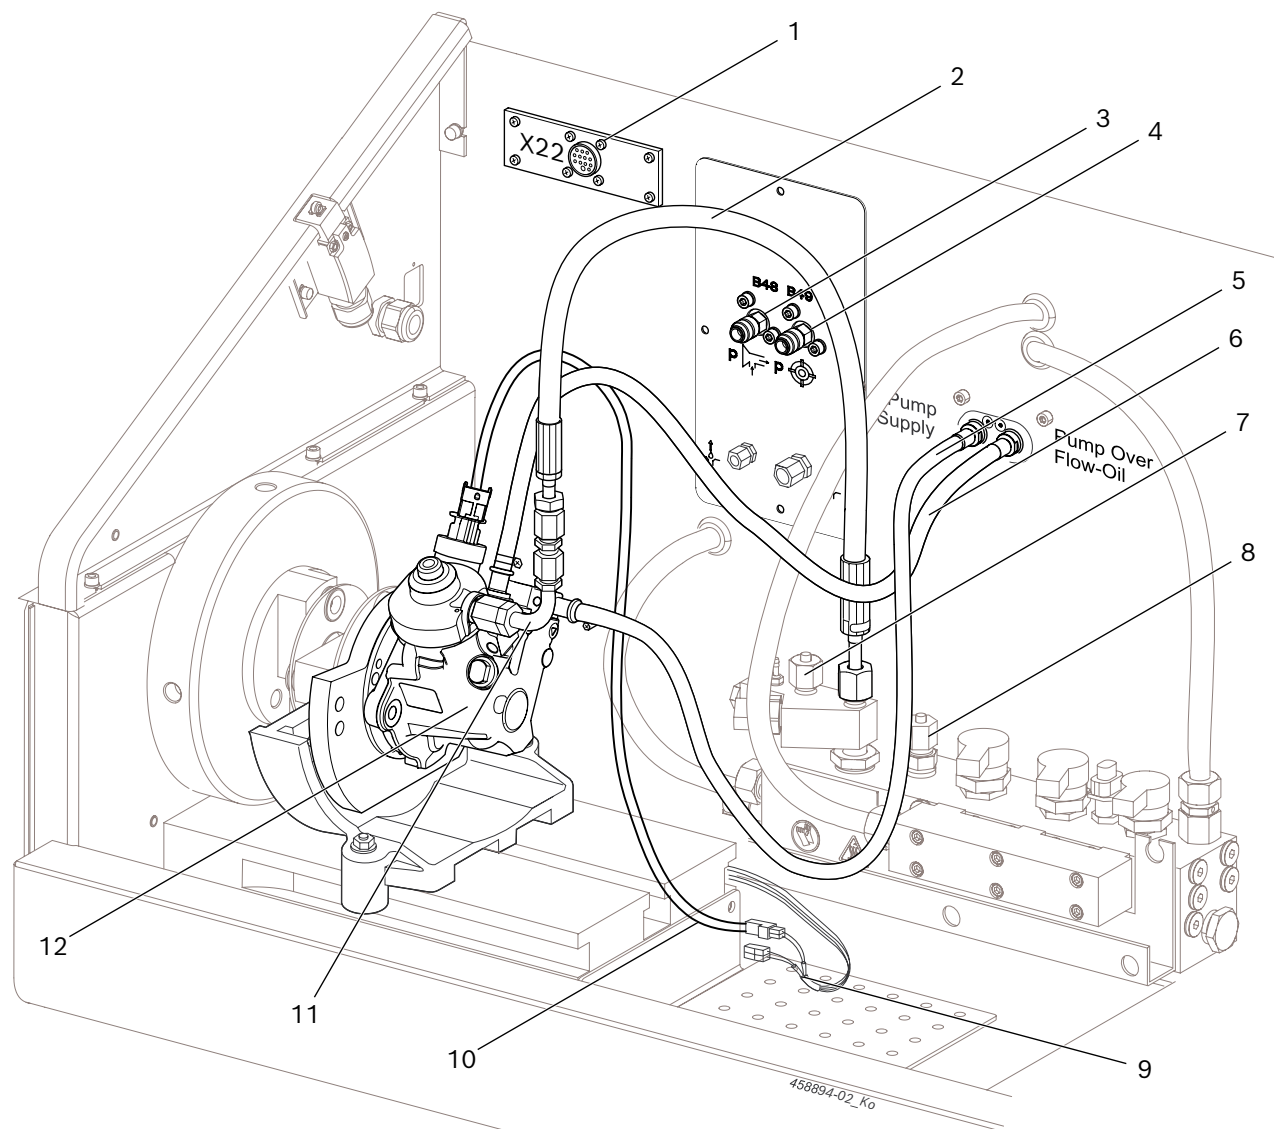

Fig. 2: Collegamento CP4.1
1. Collegare i tubi flessibili per la mandata dell'olio di prova (fig. 2, pos. 5) e per il ritorno dell'olio di prova (fig. 2, pos. 6) agli appositi raccordi della CP4.
2. Collegare il tubo per alta pressione 1 680 712 324 (fig. 2, pos. 2) all'ingresso per alta pressione del rail di alta pressione e tramite la tubazione della pressione di prova 1 680 750 123 (fig. 2, pos. 11) al raccordo ad alta pressione della CP4 (coppia di serraggio = 25 Nm - 30 Nm).
3. Chiudere il raccordo che collega il tubo per alta pressione al rail distributore CRI 846H o CRI/CRIN 848H con un tappo cieco al rail di alta pressione (fig. 2, pos. 7, 8).
i Con la CP4.2 il tappo cieco deve essere rimosso sul rail ad alta pressione (fig. 2, pos. 7) e deve essere collegato un altro tubo per alta pressione al rail ad alta pressione e alla CP4.
4. Collegare la linea di collegamento 1 684 463 946 (fig. 2, pos. 9) a X24 e raccordare con un cavo adattatore specifico per la pompa (fig. 2, pos. 10; accessorio speciale) con CP4.
L'adattatore 1 681 032 115 contenuto nel kit di componenti 1 687 016 128 verrà utilizzato per la misurazione della pressione delle pompe di alimentazione per CP4 con pompe a ingranaggi. Montare l'adattatore alla CP4 prima della prova e collegare il tubo flessibile dell'adattatore al B49 (fig. 2, pos. 4).
Le condutture flessibili che si trovano nel kit di componenti 1 687 016 128 vengono utilizzate per la misurazione della pressione negativa. Collegare le condutture flessibili specifiche delle pompe alle pompe a iniezione e B48 (fig. 2, pos. 3).
- Il raccordo del rail di alta pressione (fig. 2, pos. 8; verso il rail distributore CRI 846H) è chiuso con un tappo cieco?